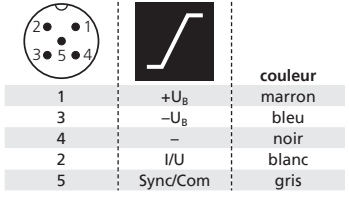

Fig. 2: Attribution des broches avec vue sur la prise du capteur et codage de couleur du câble de connexion microsonic
- Branchez le câble du connecteur au connecteur M12, voir fig. 2.